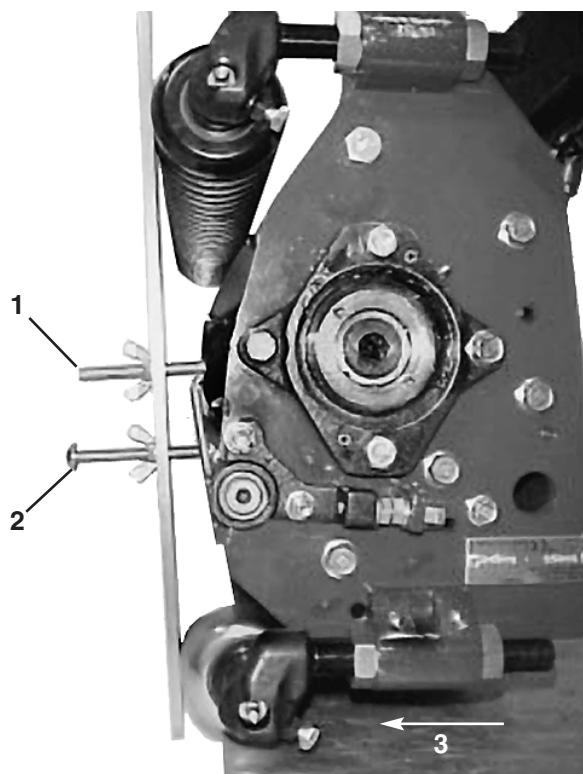

Figura 13
- Coloque la barra de ajuste sobre los rodillos delantero y trasero de la unidad de corte, según muestra la Figura 13.